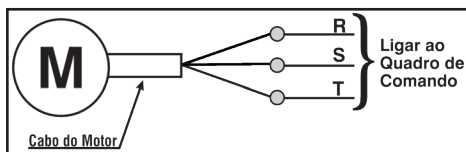

Figura 15a – Esquema de ligação motores trifásicos com 01 cabo chato
- Quando a tensão for 220 V deve-se unir cor com cor e efetuar a emenda do cabo do motor ao cabo da rede elétrica e conectar ao quadro de comando, conforme figura 15a.